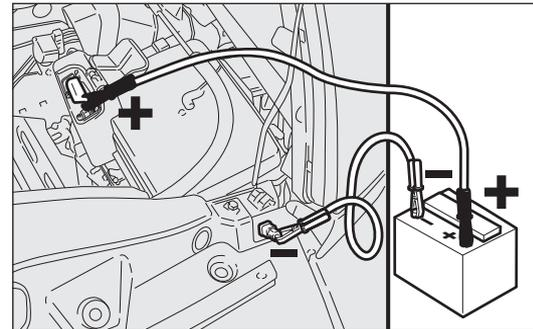

Abb. 153
- mit einem zweiten Kabel den Minuspol (-) der Hilfsbatterie mit dem Masseanschlusspunkt, wie in Abb. 153 gezeigt, verbinden;